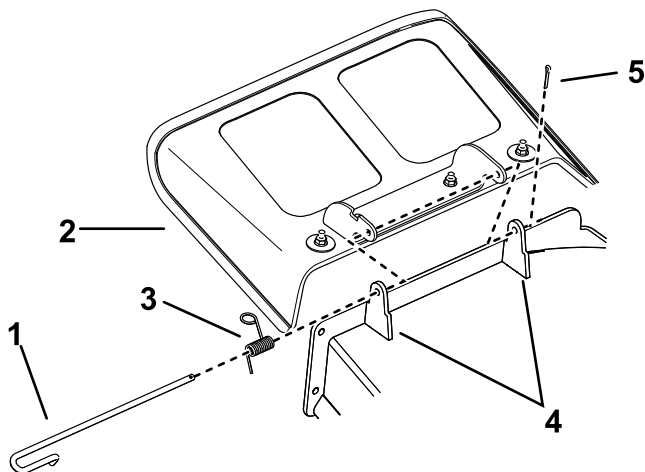

Figura 76
1. Liberare la molla dall'intaglio nella staffa del deflettore e fate scorrere l'asta per estrarla dalle staffe saldate del piatto, dalla molla e dal deflettore di scarico (Figura 76).